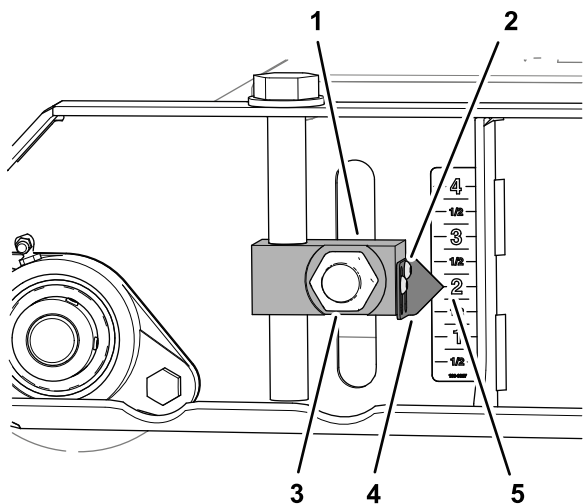
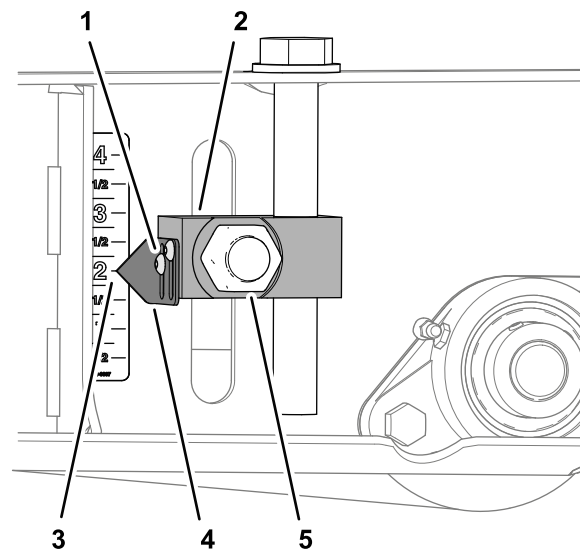

Figura 82
Figura 84
3. Afloje los 2 tornillos allen que sujetan el puntero al bloque del ajustador de altura de corte, alinee el puntero con la marca de 2" de la pegatina, y apriete los tornillos (Figura 82).
6. Afloje los tornillos allen que sujetan los 2 punteros al bloque del ajustador de altura de corte, alinee los punteros con la marca de 2" de la pegatina, y apriete los tornillos (Figura 84).
7. Apriete las 4 tuercas que sujetan los 4 ajustadores de altura de corte (Figura 82 y Figura 84) en los rodillos delantero y trasero a 322 – 396 N·m (238 – 292 pies-libra).